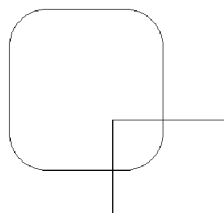
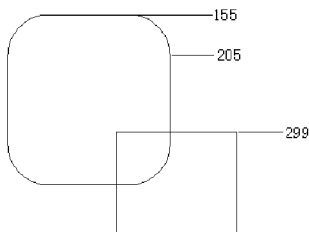

图 3.13 原图
图 3.14 标注 X 坐标值尺寸
(1) 确认“对象捕捉”按钮处于打开状态,单击“坐标”标注按钮,指定要标注的坐标端点。
(2) 移动光标会出现引线,引出位于水平方向,可以标示出 Y 坐标值,接着移动引线到合适的位置,单击鼠标左键完成显示标注。图 3.13 所示为原图,图 3.14 所示为标注 X 坐标值尺寸后效果。